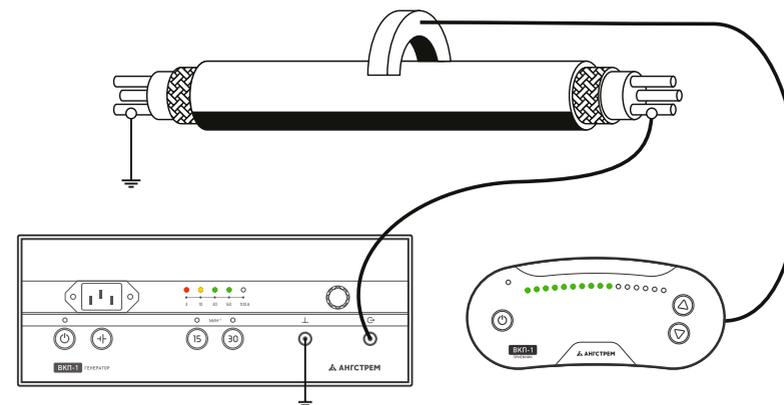

Рисунок 2 – Подключение генератора к трехфазному экранированному кабелю
- ▶ Подключить генератор к тестируемой кабельной линии согласно рисунка (Рис. 2–4).